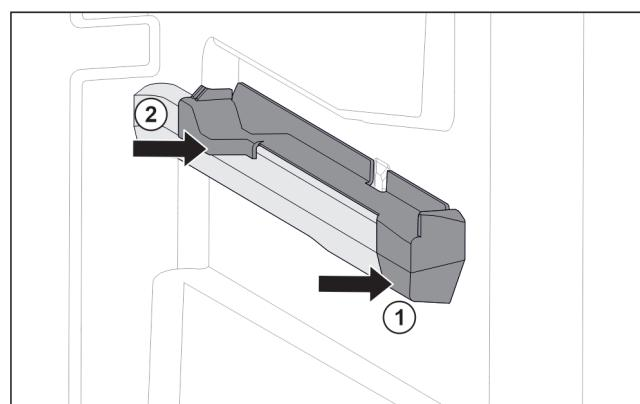

Fig. 34 Násuvný diel na pravom rebre nádoby
- Nasadťte násuvný diel vpredú na rebro nádoby. Fig. 34 (1)
- Pritlačte násuvný diel vzadu. Fig. 34 (2)